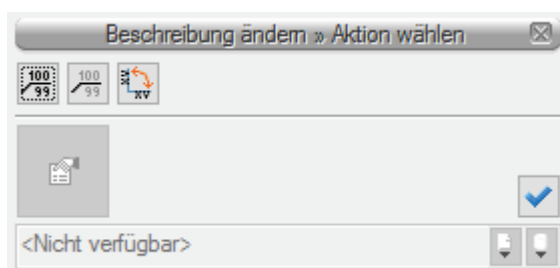

Abb. 14. Bearbeitungsfenster zur Beschreibung
**Beschreibung editieren** auf der Werkzeugleiste zur Objektbearbeitung (Abb. 9). Damit ist das Bearbeitungsfenster für die Beschreibung (Abb. 14) verfügbar.